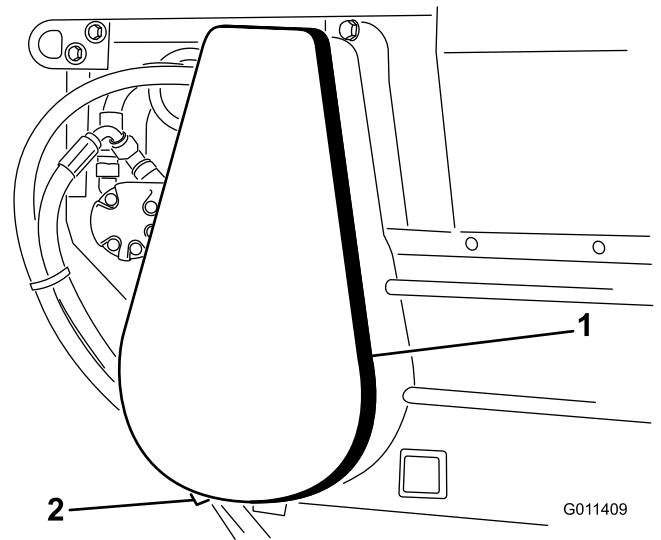

Figure 24
1. Déposez le couvercle de la chaîne et l'entretoise (Figure 24).